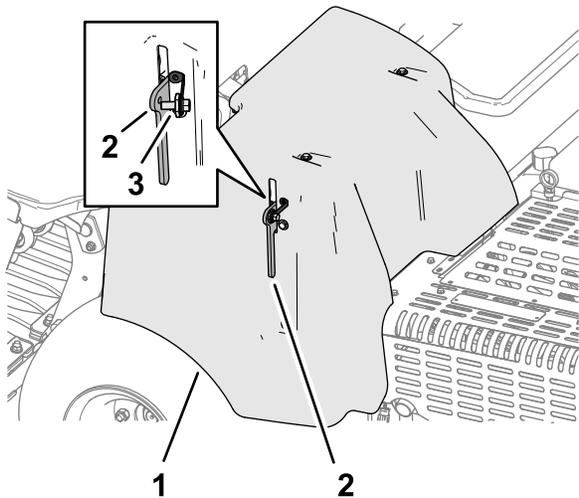

图 141
1. 如果您的机器安装有符合欧盟 (CE) 标准的皮带罩 门锁系索应旋松系索螺栓直至其与皮带罩门锁分离 图 141。